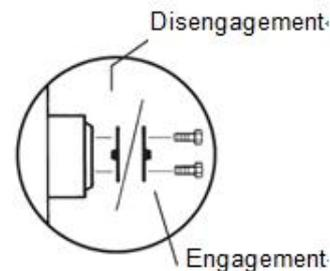

Figura 10-2 Rilascio del freno
- 2) Girare tutti e quattro i coperchi di separazione del mozzo della ruota motrice per rilasciare i freni delle ruote, come mostrato nella Figura 10-2.